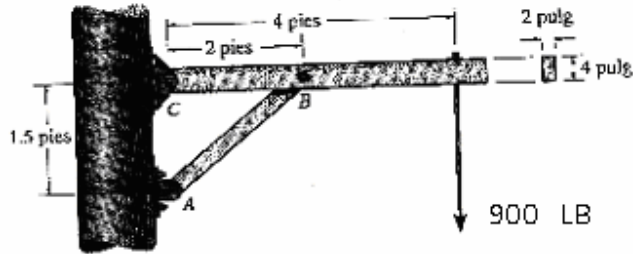

Figura 2.-
- 2.- El brazo CD del poste de servicio que se muestra en la figura 2 soporta un cable del que pende una carga de 900 lb. Determine el esfuerzo de flexión máximo absoluto en el brazo, si se supone que A, B y C están articulados.